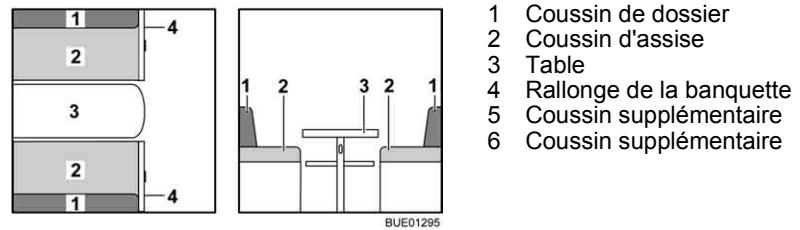

Fig. 122 Avant la transformation
- Agrandir la table (Fig. 122,3) et la transformer en sommier de lit (voir paragraphe 6.11).